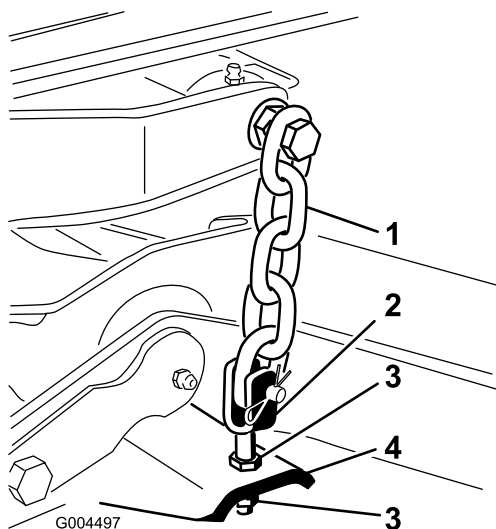

Figura 5
8. Ajuste las contratuercas que fijan las horquillas/cadenas al cortacésped hasta que el cortacésped quede nivelado (Figura 5).
7. Ajuste las contratuercas que sujetan las horquillas/cadenas de la parte trasera del cortacésped (Figura 5) para elevar la parte trasera, hasta que la inclinación de las cuchillas sea de 8 a 11 mm.